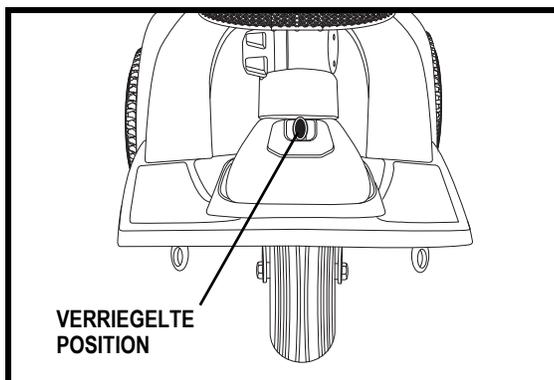

Abb. 20. Lenkersicherungshebel (Verriegelt)
2. Stellen Sie den Hebel durch Drücken und gleichzeitiges Drehen des Verriegelungsknopfes 90° im Uhrzeigersinn in die senkrechte Position. **Siehe Abb. 20.** Das Vorderrad muß nach vorne zeigen, um den Hebel zu verriegeln.